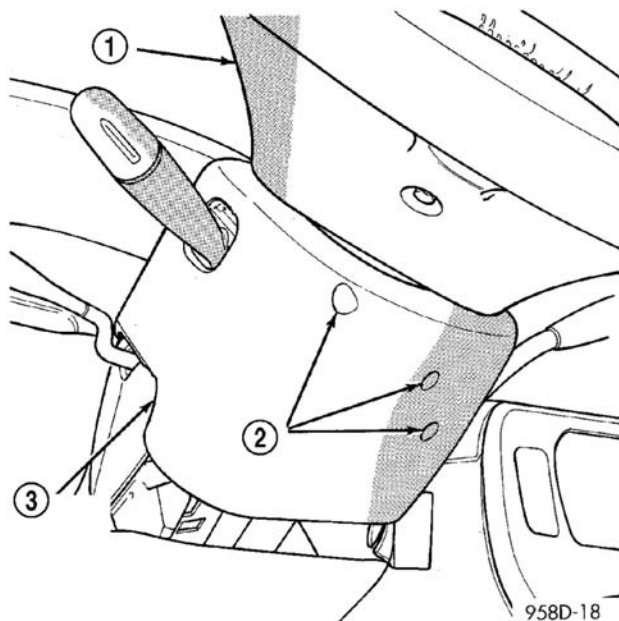

图10 转向管柱护套螺钉
- (4) 拆下固定转向管柱护套的螺钉（图10），并拆下下护套。